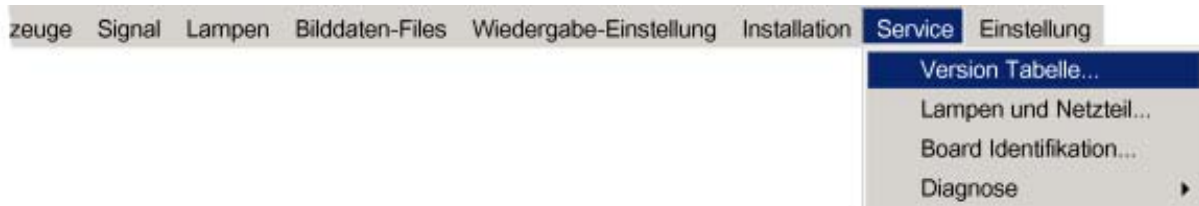

Abbildung 15-1
1. Drücken Sie die Taste **MENU**, um die Menüleiste zu aktivieren. (Abbildung 15-1)